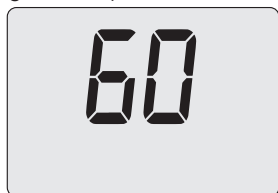

Figura 5.46
- Premendo il tasto 16 (Figura 5.43) sul display LCD appare il valore del parametro P03 (Figura 5.46).